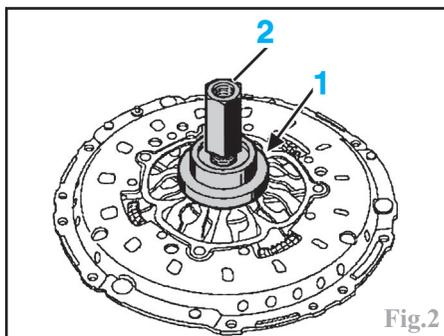

Fig.2
À l'établi, mettre le socle de l'outil Renault **Emb. 1604** dans un étau (Fig.1), poser le mécanisme sur celui-ci puis la butée à billes (1) et l'écrou (2) de l'outil (Fig.2).